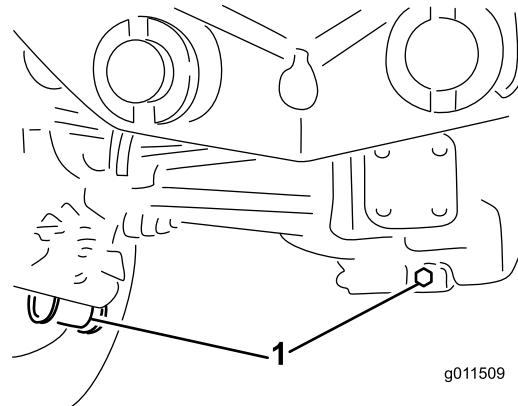

図 108
2. ドレンプラグそれぞれの端部に1本ずつ、中央に1本全部で3本の周囲をきれいにする図 108。